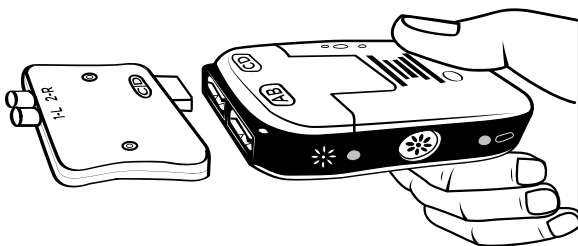

Figure 16. Connexion de l'adaptateur SEE au SEE 2
3. Brancher l'adaptateur SEE sur le port SEE 2 étiqueté « CD » (Figure 16).